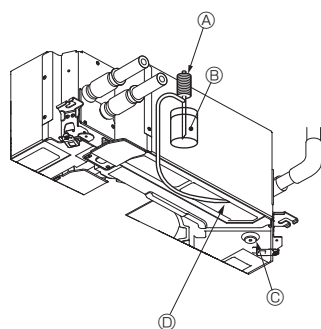

Fig. 7-5
7.4. Verificação da drenagem (Fig. 7-5)